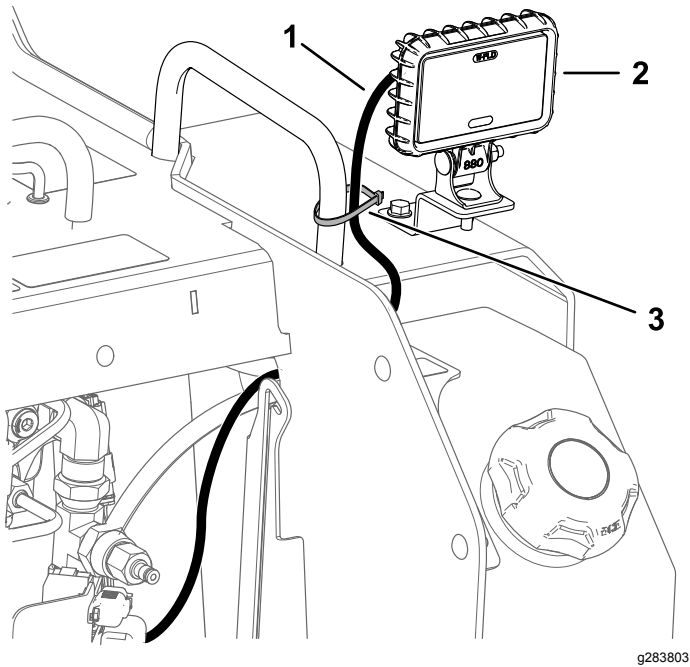

Рисунок 9
- Проведите разъем правого фонаря наружу из правой стороны машины, вверх к фонарю (Рисунок 9). Вставьте разъем в фонарь.
- 7. Прикрепите жгут проводов к поручню с помощью кабельной стяжки (Рисунок 9).